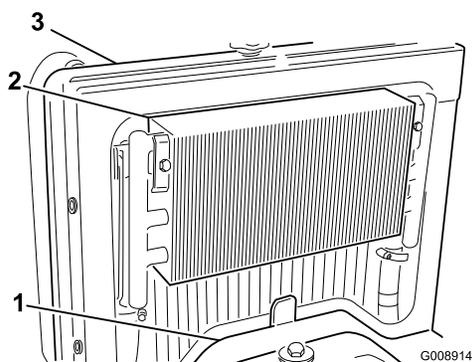

Figure 49
2. Déposez le panneau d'accès (Figure 49).